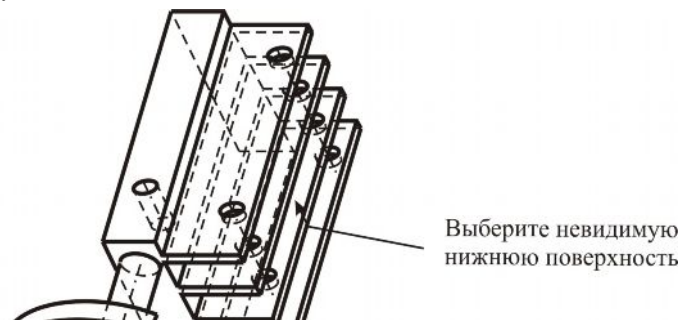

Рис.40. Отверстие до привязки
3. Выберите Query Sel. Для определения того, что отверстие должно закончиться на нижней поверхности третьего ребра, выберите нижнюю поверхность третьего ребра (рис.40.).